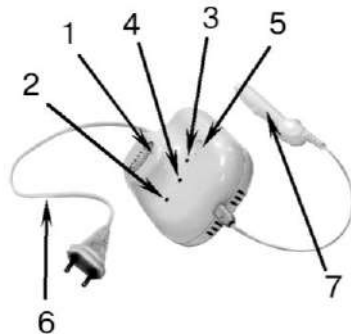

Рис. 1
МАВИТ® (рисунок 1) состоит из источника электропитания (1), сетевого шнура (6) и аппликатора с кабелем пациента (7). Длина кабеля пациента ($2,2 \pm 0,1$) м, сетевого шнура ($2,1 \pm 0,1$) м. На источнике электропитания (1) расположены: индикаторы «СЕТЬ» (2), «ПУСК-СТОП» (3), «РАБОТА» (4) и кнопка «ПУСК-СТОП» (5). Индикатор «СЕТЬ» свидетельствует о включении устройства в сеть электропитания. Подключение аппликатора к источнику электропитания сигнализируется свечением индикатора «РАБОТА». Кнопка «ПУСК-СТОП» включает/выключает рабочий режим тепло, магнитное поле и вибрация) аппликатора. При нажатии кнопки «ПУСК-СТОП» загорается индикатор «ПУСК-СТОП», индикатор «РАБОТА» (при наличии подключенного аппликатора к источнику электропитания устройства) и запускается таймер, определяющий длительность цикла работы устройства. По окончании цикла работы или при повторном нажатии кнопки «ПУСК-СТОП», работа аппликатора прекращается, индикаторы «ПУСК-СТОП» и «РАБОТА» гаснут.